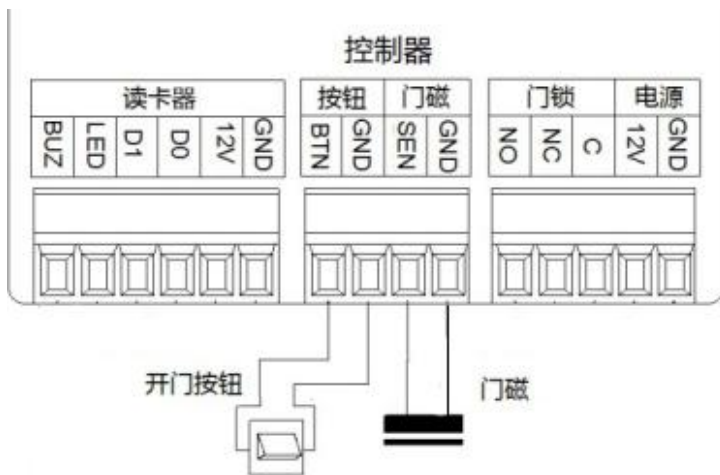

图 5: 门磁、开门按钮接线示意图
**门磁：**门磁开关是用于监测门开关状态的一种设备。门磁的功能可以简单地比作一个按钮或一个开关。门磁由二部分组成，当这二部分合在一起时，这二个部分在电性能上是导通的，当门磁的二部分分开时，这二部分在电性能上是断开的。门磁通常一部分固定在门上，另外一部分固定在门框上，当门进行开关时，控制器通过监测门磁的导通与断开状态，则可判断门的开或关状态。控制器上 SEN-GND 为门磁接口，控制器门磁的接线见图 5。
**按钮：**控制器上 BTN-GND 为按钮输入接口，出门按钮采用“点触式”按钮，“点触式”按钮按下去后，松开能自动弹起来，控制器按钮接线见图 5。